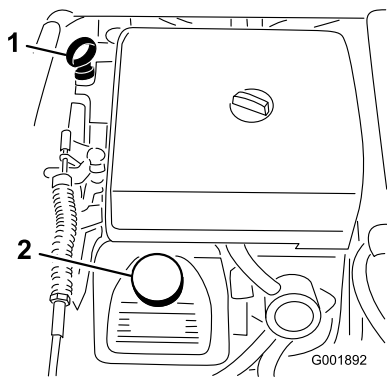

Bild 45
- Nehmen Sie den Peilstab heraus und wischen Sie ihn mit einem sauberen Lappen ab (Bild 45). Stecken Sie den Peilstab in das Rohr und stellen Sie sicher, dass er vollständig eingeführt ist. Nehmen Sie den Peilstab heraus und prüfen Sie den Ölstand.
3. Wenn der Ölstand niedrig ist, nehmen Sie den Deckel des Einfüllstutzens von der Ventilabdeckung ab (Bild 45) und füllen Sie Öl auf, bis der Ölstand die Vollmarke am Peilstab erreicht. Gießen Sie Öl langsam ein und prüfen Sie den Ölstand häufig während des Füllens. Füllen Sie nicht zu viel ein.
8. Gießen Sie ungefähr 80 % der angegebenen Ölmenge langsam in den Öleinfüllstutzen (Bild 45).